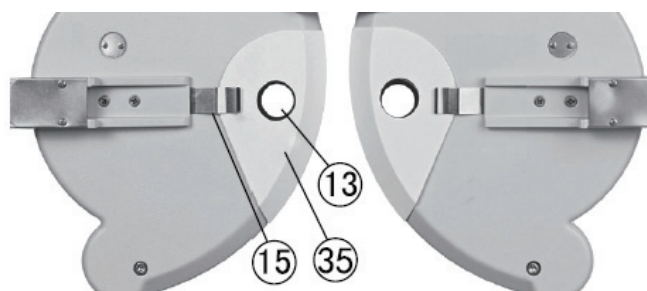

Figure 10
Fixez l'écran facial (35) de sorte que le clip de l'écran facial (15) l'attrape. Alignez ensuite l'ouverture de l'écran facial avec l'ouverture d'examen (13) (Figure 10).